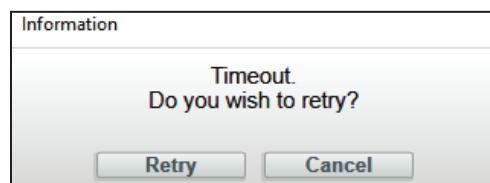
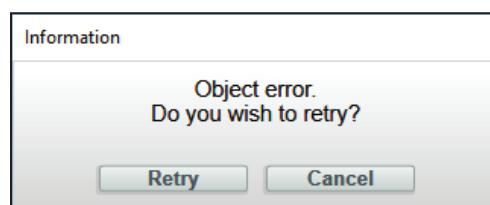

Figura 143. Mensagem de tempo vencido.
Figura 144. Mensagem de erro de objeto.
Numa tentativa de conectar um religador TripSaver II usando o software de configuração em centro de serviços, o processo de conexão pode ficar com a temporização vencida se não houver possibilidade de criar ou manter uma conexão wireless (via rádio). Ver Figura 143. A causa geralmente é devida ao baixo nível do sinal rádio, o que pode ser resultado da distância, orientação do dispositivo, interferência de outras fontes de sinal ou a uma combinação desses fatores. O Transceptor USB é disponível com uma antena externa aprimorada para melhorar a qualidade do sinal.
PASSO 3. Tente uma nova conexão com o religador TripSaver II. Rearme o transceptor USB se a mensagem de erro de temporização persistir (ver Figura 143) ou se for exibida uma mensagem de Erro de Objeto (ver Figura 144) (essa condição é verificada com mais frequência quando houver conexões a religadores TripSaver II consecutivamente usando o mesmo computador).